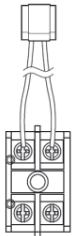

Fig.1
- 1 Trovare un kit morsettiera per riscaldatore di supporto (Fig. 1).